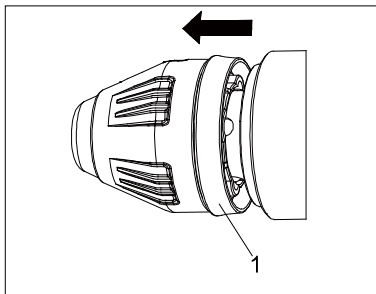

Рисунок 5
(1) Демонтаж патрона:
Установите переключатель режимов работы (4) в позицию "Долбление" (сверильный шпindel заблокирован). (См. рисунок 5)